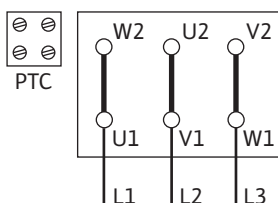

Fig. 12: Δ pārslēgšana
- Elektrotīkla pieslēgums atkarīgs no motora jaudas P2, tīkla sprieguma un ieslēgšanas veida. Nepieciešamos tiltslēgu slēgumus spaiļu kārbā skatiet turpmākajā tabulā, kā arī Fig. 12, 13 un 14.